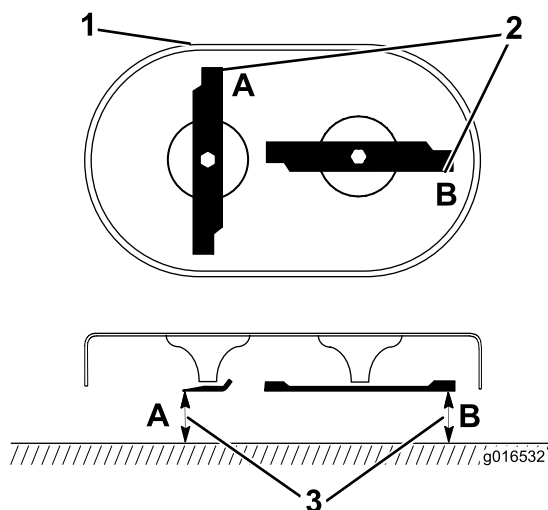

Figura 42
1. Rode as lâminas até que fiquem posicionadas como se mostra na Figura 42.
2. Meça a partir de uma superfície nivelada até às extremidades de corte nos locais **A** e **B**, (Figura 42) e anote ambas as dimensões.